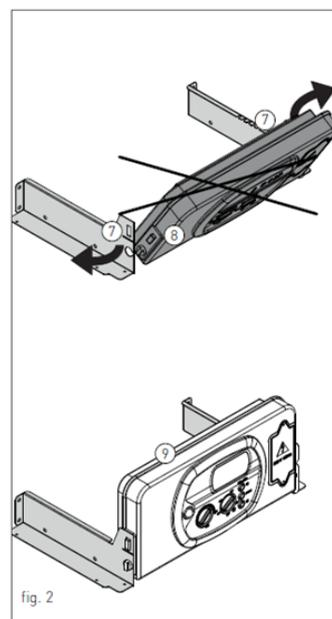

fig. 2
9. Allargare le staffe '7' (fig. 2) di supporto del pannello comandi ed estrarre il pannello '8' (fig. 2) dalle sedi di supporto;
10. montare il nuovo pannello comandi di sostituzione (9 - fig. 2);